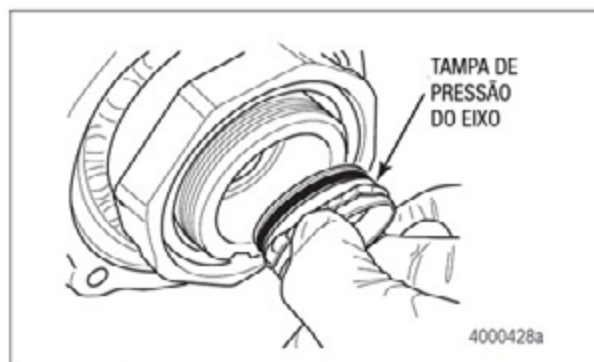

Figura 2.21
22. Insira a tampa de pressão do eixo no furo da ponteira manualmente, até que a tampa pare no furo. Figura 2.21.